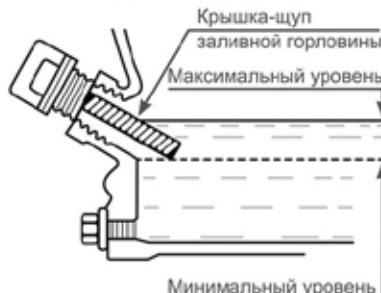

Рис. 23 Уровень масла в картере
2. Снимите крышку/щуп маслозаливного отверстия Рис.23.
4. Установите на место крышку/щуп, не закручивая его. Снова извлеките щуп, уровень масла должен соответствовать верхней отметке на щупе Рис.23, что соответствует нижнему краю маслозаливной горловины.
Нормальным считается, когда масло находится на уровне нижнего края заливной горловины Рис. 23.